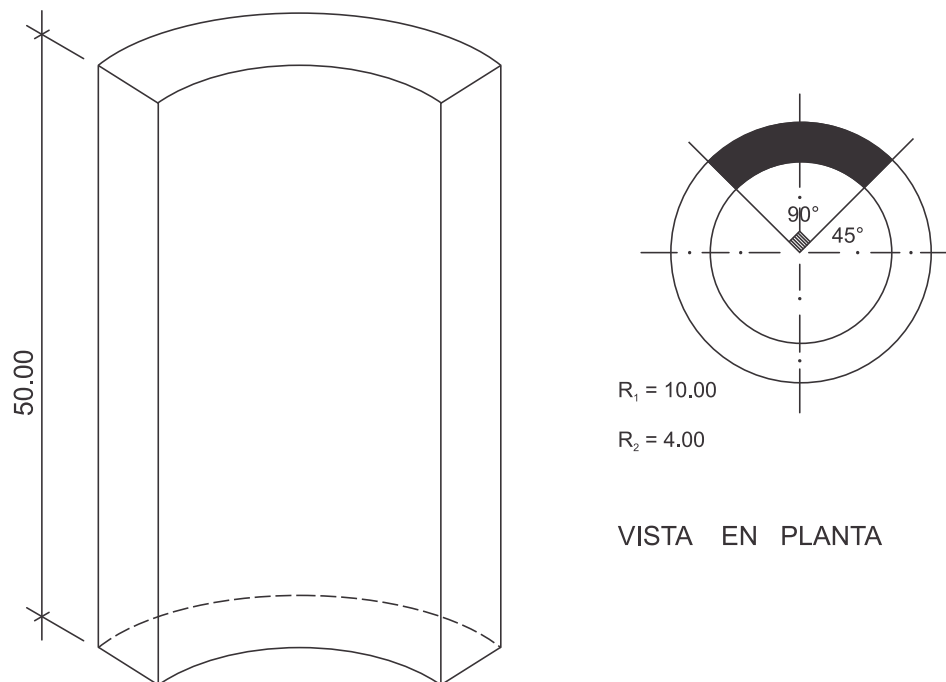

FIG. 2
2. Se tiene una estructura del tipo del Ministerio de Educación de Lima (fig. 2). Si lo van a tarrajear exteriormente como se muestra en la figura, Calcular: